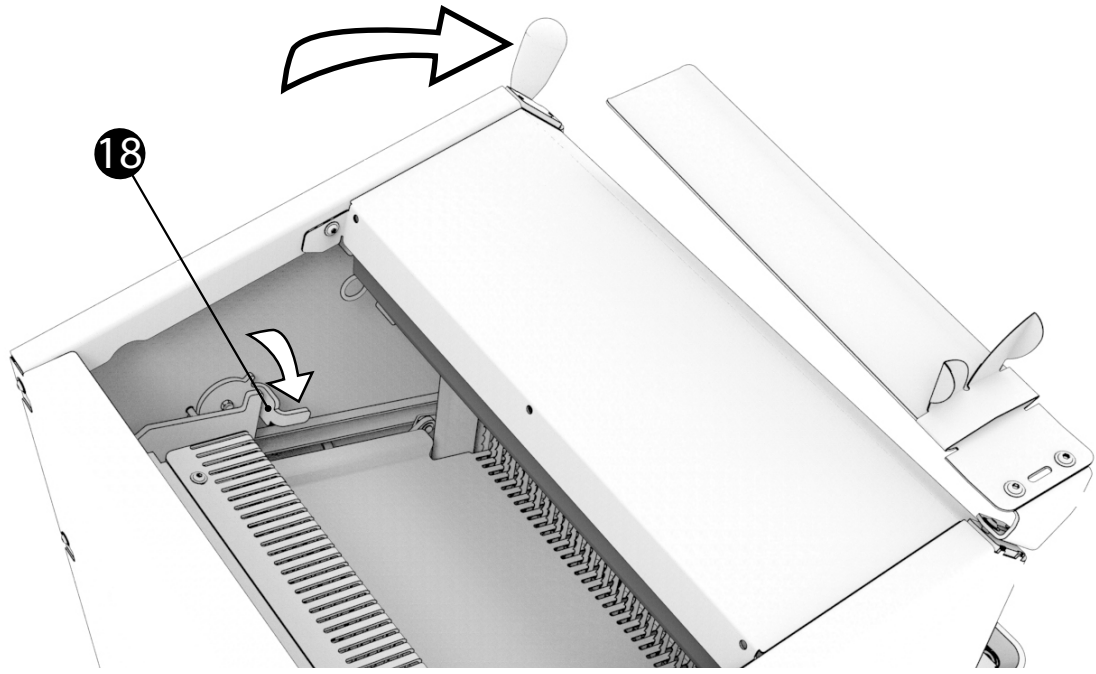

fig.6
D. إذا كان لا بد من تغييرها، فاستبدل الشفرات وفقاً لإجراء تغيير شفرات القطع (fig.6, 7)
(fig.6,7)
تحقق إذا كان يجب استبدال الشفرات (fig.6,7)	الآلة تعمل، لكن الخبز تالف أو مُقطع بطريقة غير متساوية
تحقق إذا كان يجب استبدال الشفرات (fig.6,7)	الخبز ينقطع ببطء شديد